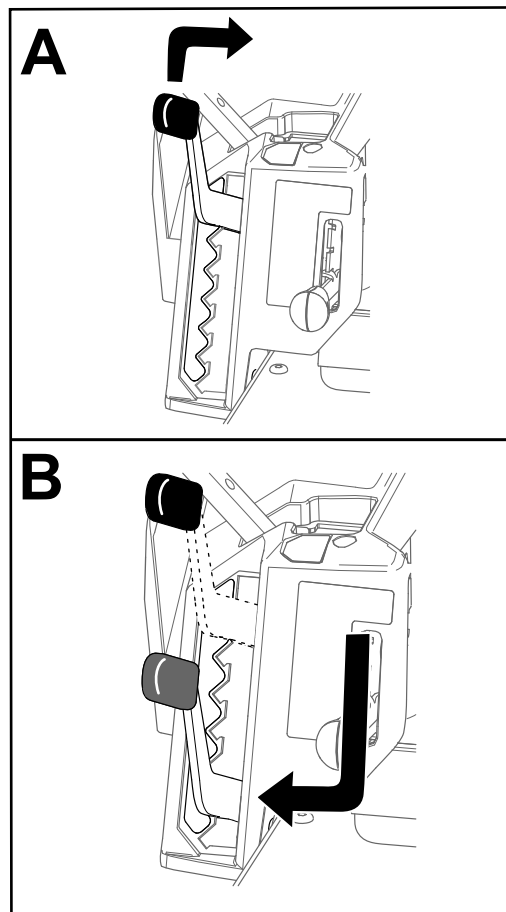

Figura 27
**Nota:** La posición de transporte es la posición de altura de corte más alta, 115 mm, según se muestra en la Figura 27.
La altura de corte se controla con la palanca situada a la derecha del puesto del operador (Figura 27).